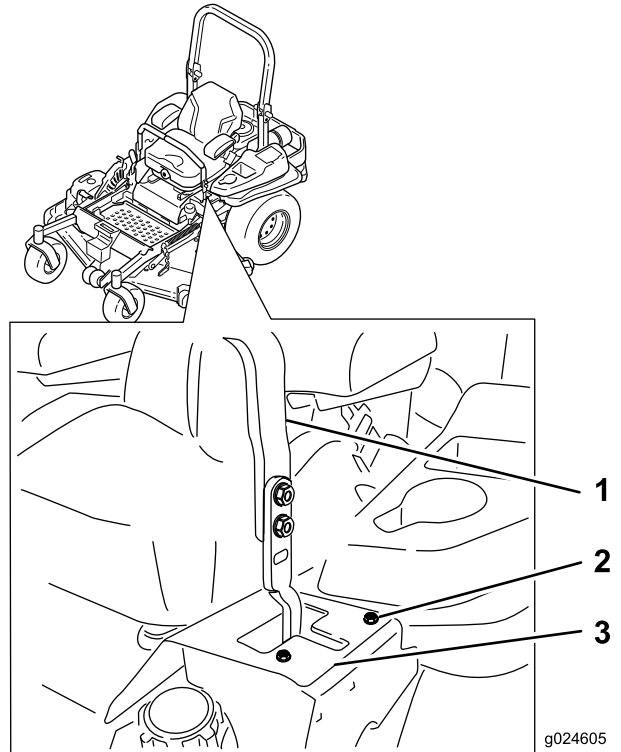

Figure 62
6. Si la machine se déporte à droite, desserrez les boulons et reculez la plaque de butée gauche dans la fente en T gauche, jusqu'à ce qu'elle se déplace en ligne droite (Figure 62).
7. Si elle se déporte à gauche, desserrez les boulons et reculez la plaque de butée droite dans la fente en T droite, jusqu'à ce qu'elle se déplace en ligne droite (Figure 62).
8. Serrez les boulons de la plaque de butée (Figure 62).